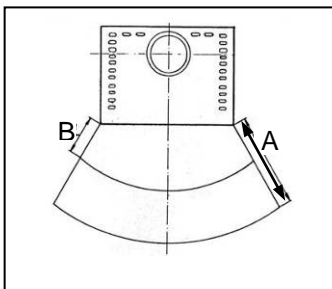

Bild 2
Im Sichtbereich (Strahlungsbereich) des Feuers muss zu brennbaren Bauteilen, Möbel oder auch z.B. zu Dekostoffen ein Abstand von mindestens **100 cm (A)**, gemessen ab Vorderkante Feuerraumöffnung eingehalten werden. Der Sicherheitsabstand reduziert sich auf **50 cm (B)**, wenn ein belüfteter Strahlungsschutz vor das zu schützende Bauteil montiert wird (Bild 2)